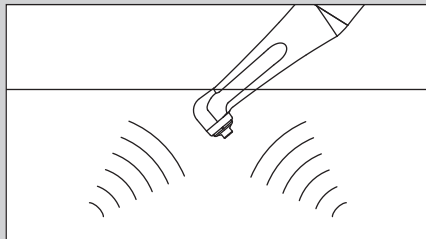

図 7
- ・コントラアングルヘッドの回転軸のネジ部にペースト等が入り込んでしまった場合は、ヘッド先端部のみを超音波洗浄器にて洗浄することをお奨めします。洗浄後は必ず注油してください。(図7)